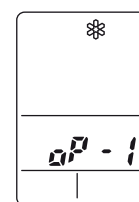

Fig. 59b
d) Aparecerá ☼ y “oP-1” parpadeando en el área de visualización de la hora del mando a distancia. (Fig. 59b)